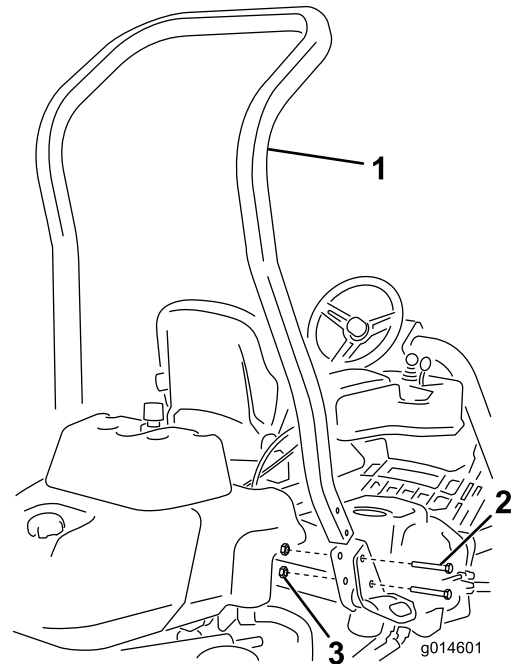

Bild 3
3. Befestigen Sie den Überrollbügel mit vier Schrauben ($\frac{1}{2}$ " x $3\frac{3}{4}$ ") und vier Bundmuttern ($\frac{1}{2}$ ") in den Aussparungen an jeder Seite der Maschine, wie in Bild 3 dargestellt.